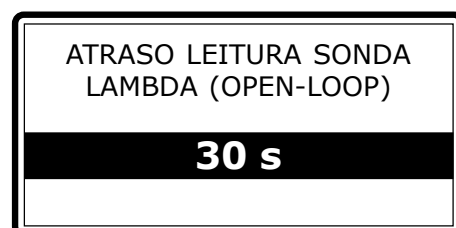

Fig. 29
- ligar o motor a GASOLINA. A tensão indicada pelo **VALOR LAMBDA** sobre o display do tester será fixa a 0,8 V; logo que ligarem o motor, verificar quanto tempo é que a tensão emprega a passar de fixa a 0,8 V a oscilante entre 0,2 V a 0,8 V. Este será o tempo que deverá ser introduzido no **"ATRASSO LEITURA SONDA LAMBDA"** (Fig. 29) aumentando-lo de alguns segundos. Desta maneira, a centralina do GALILEO ignora o sinal da Sonda Lambda e mantém o motor passo-passo firme ao valor de DEFAULT, até quando a centralina de injeção desbloqueia o funcionamento da Sonda Lambda.